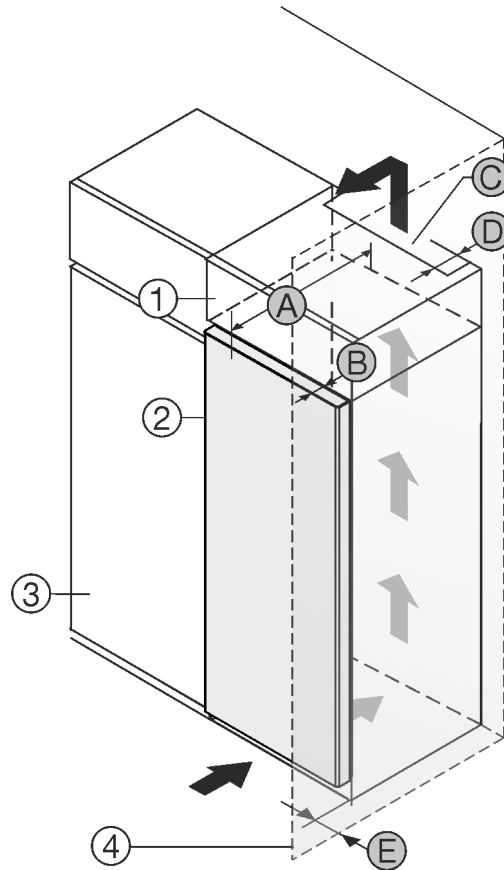

Fig. 1
Můžete přístroj nainstalovat přímo vedle kuchyňské skřínky Fig. 1 (3)*
Na zadní straně nastavné skřínky musí být větrací šachta hluboká Fig. 1 (D) přes celou šířku nastavné skřínky.*
Pod stropem místnosti musí být dodržen ventilační průřez Fig. 1 (C)*
Když přístroj instalujete závěsy vedle stěny Fig. 1 (4), musí být vzdálenost mezi přístrojem a stěnou minimálně 13 mm.*
Když přístroj instalujete závěsy vedle stěny Fig. 1 (4), musí být vzdálenost mezi přístrojem a stěnou minimálně 20 mm.*
Aby bylo možné dvířka plně otevřít, musí přístroj přesahovat o hloubku dvířek Fig. 1 (B) vůči přední linii kuchyňské skřínky. V závislosti na hloubce kuchyňských skříněk Fig. 1 (3) a použití vymežovačů odstup od stěny může přístroj vyčnívat dále.*